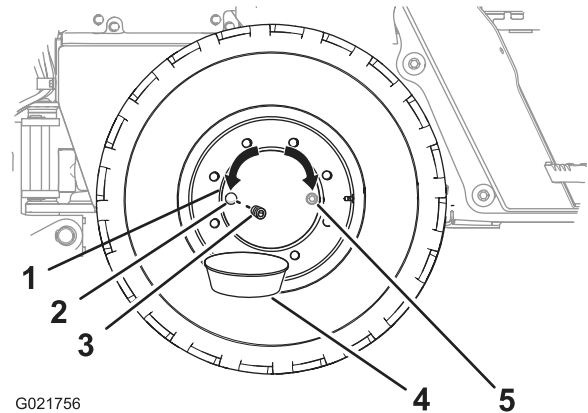

Figura 89
2. Mova a máquina para frente ou para trás até que o bujão do cubo esteja na posição de 3 hs ou 9 hs (Figura 89).
4. Posicione uma bandeja de drenagem sob o bujão de drenagem do cubo (Figura 89).
5. Remova o bujão do cubo (Figura 89).
6. Verifique se o nível do óleo está alinhado com a parte inferior do orifício de drenagem (Figura 89).
8. Instale o bujão no orifício de drenagem do cubo (Figura 89).